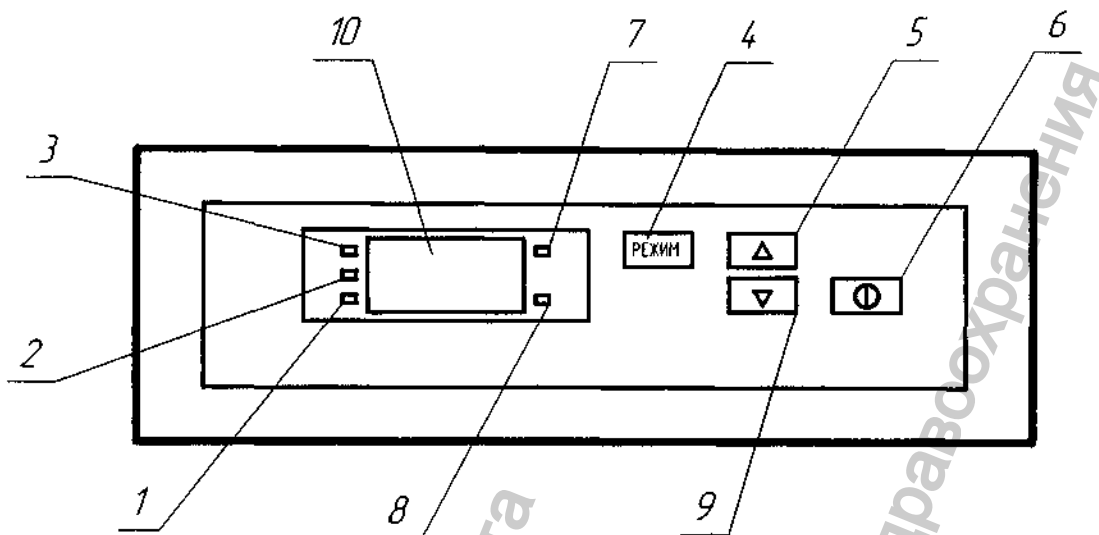
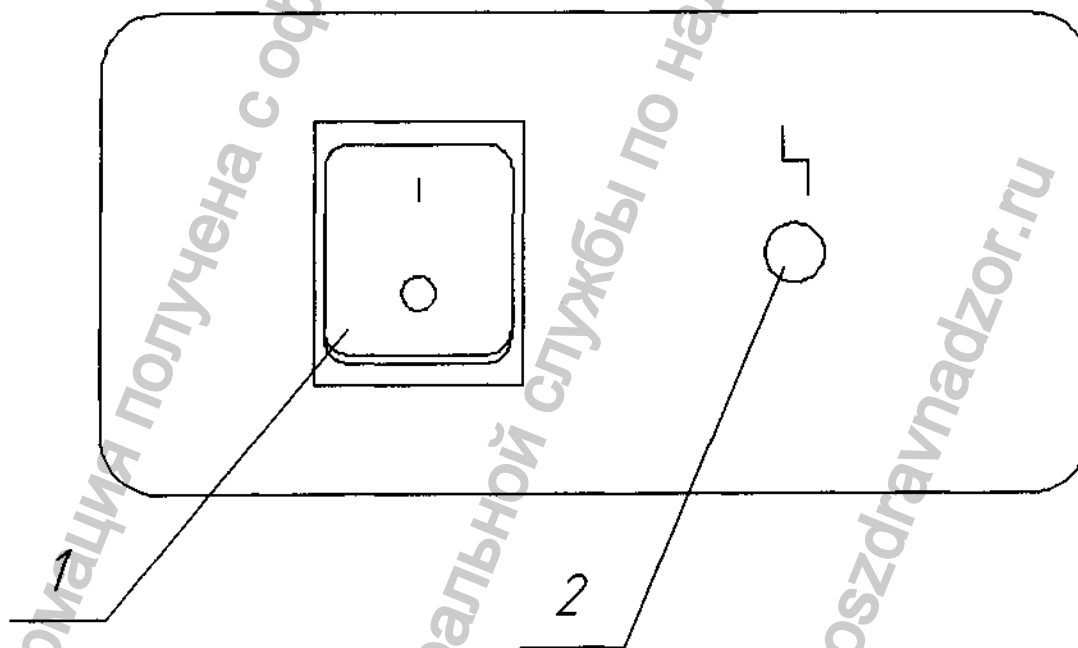

Рисунок 2. Расположение органов управления термостатом на блоке управления
Рисунок 3. Расположение органов управления термостатом на силовой панели.
Блок управления (рис.2) предназначен для автоматического управления процессом термостатирования в термостате.
Силовая панель (рис.3) предназначена для включения и выключения термостата выключателем (поз.1) и индикации аварийного перегрева индикатором (поз.2).
После включения термостата нажатием на клавишу "I" (поз.1, рис. 3), питание подаётся на блок управления и плату процессора. Информационное табло показывает текущую температуру в камере.
Если аварийную ситуацию не устранить вовремя, то при росте температуры до 85°C сработает датчик-реле температуры, которое отключит напряжение от силовой части термостата и нагрев прекратится. При этом загорится индикатор аварийного выключения термостата (поз. 2, рис. 3). Повторно включить термостат можно только после охлаждения датчика-реле температуры.
2.3.2. Нажать на клавишу "I" (поз.1, рис.3). На блоке управления загорится дисплей информационного табло (поз.10, рис.2), показывающий текущую температуру в рабочей камере.
Нажать на поле "I" (поз.6, рис. 2), при этом включится вентилятор принудительной циркуляции воздуха внутри рабочей камеры. Информационное табло показывает изменение температуры.
2.3.4. При достижении температуры заданного режима включается светодиодный индикатор "ТЕРМОСТАТИРОВАНИЕ" (поз.3, рис. 2), а на информационном табло попеременно отображаются температура в камере и время работы в выбранном режиме. При необходимости процесс можно прервать, нажав на поле "i" (поз.6,рис.2) на блоке управления и удерживая в течение 3 секунд.
2. ПРИ АВАРИЙНОМ РОСТЕ ТЕМПЕРАТУРЫ ДО $+85^{\circ}\text{C}$, СРАБОТАЕТ ДАТЧИК-РЕЛЕ ТЕМПЕРАТУРЫ, И ПРОИЗОЙДЕТ АВТОМАТИЧЕСКОЕ ВЫКЛЮЧЕНИЕ СИЛОВОЙ ЧАСТИ ТЕРМОСТАТА. ПРИ ЭТОМ ЗАГОРИТСЯ ИНДИКАТОР АВАРИЙНОГО ВЫКЛЮЧЕНИЯ ТЕРМОСТАТА (ПОЗ. 2, РИС.3).
2.3.6. По окончании работы термостат выключить нажатием на клавишу "O" (поз.1, рис.3).